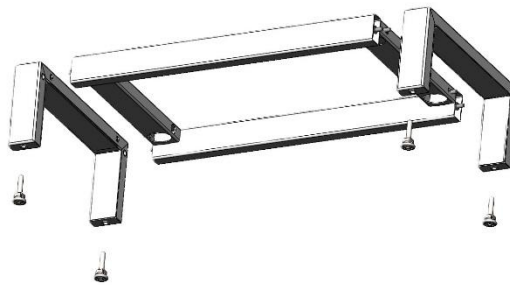

Рис. 1. Сборка высокого каркаса
- [1] • Установить в боковины каркаса регулируемые опоры (*Рис. 1*);
- Соединить боковины с поперечинами каркаса, используя болты М8х16, шайбы 8 и предусмотренные в боковинах заклёпки-гайки М8 (*Рис. 1*);